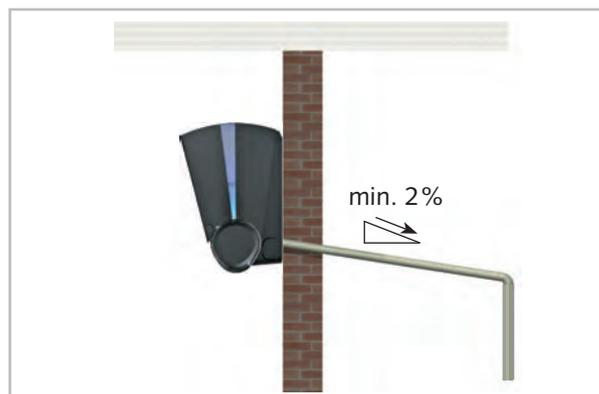

Fig. 38: Raccord pour condensat de l'unité intérieure
- La conduite pour condensat côté client doit être installée avec une pente d'au moins 2 % (Voir la Fig. 38). Au besoin, prévoyez une isolation hermétique à la diffusion de vapeur.